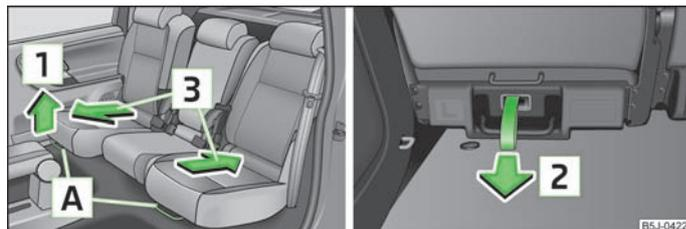

Fig. 36 Déverrouillage avant/arrière
- Tirez la manette [A] » fig. 36 vers le haut dans le sens de la flèche [1] ou au niveau de la boucle de déverrouillage dans le sens de la flèche [2] et poussez le siège dans la position souhaitée dans le sens de la flèche [3].